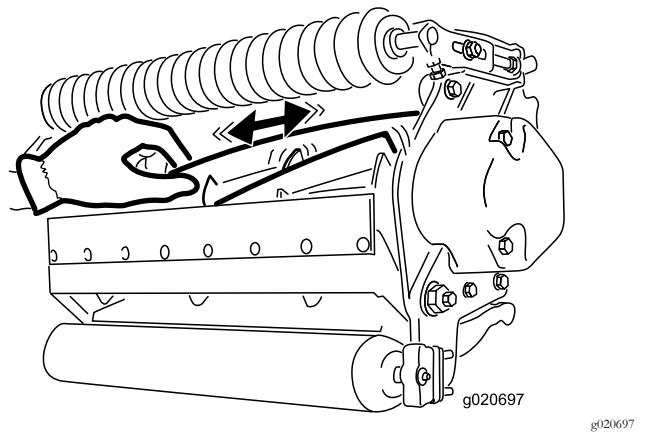

图24
2. 使用抹布或厚垫手套握住滚刀刀片尝试将滚刀组件从一侧移向另一侧 图24。